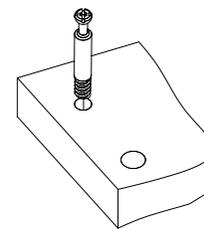
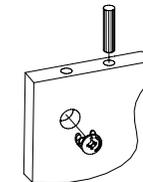

Рис.4
Рис.5
3. Вкрутите шпильки минификсов в детали 1, 2, 3, 4, 5, 6, 17, 20 (Рис. 4). Затем вставьте головки минификсов и шканты в детали 5, 6, 7, 8, 9, 10, 11, 12, 21, 22 (Рис. 5).